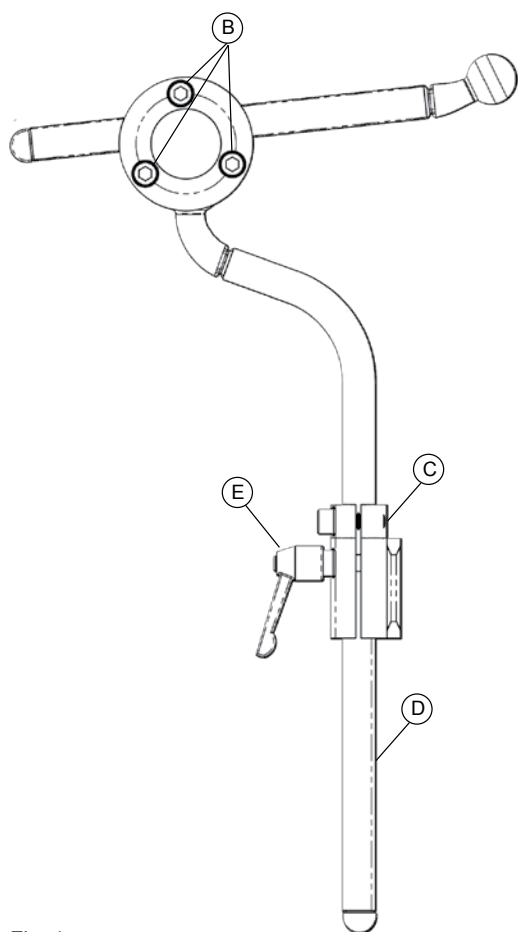
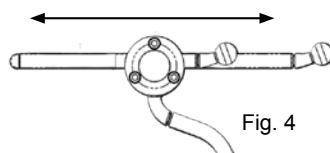
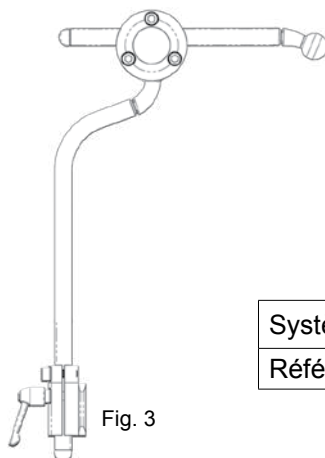

Fig. 1
Fig. 4
Fig. 3
1. Assemblez comme indiqué sur la figure. 1.
1. Vertical - Desserrez la manette de levier (Fig. 1, E) et réglez à la hauteur appropriée puis abaissez le collet de butée (Fig. 1, C). La barre verticale peut pivoter pour obtenir un angle de réglage supplémentaire pour l'assemblage coussinet/plateau inférieur.
2. Réglage de la profondeur et de l'angle - Desserrez les trois vis de serrage (Fig. 1, B) pour régler la profondeur et l'angle (Fig. 4 et 5). Faites pivoter la barre horizontale à 180 ° pour un réglage accru de l'angle (Fig. 3). Renversez la barre verticale à 180 ° pour un réglage accru (Fig. 3).